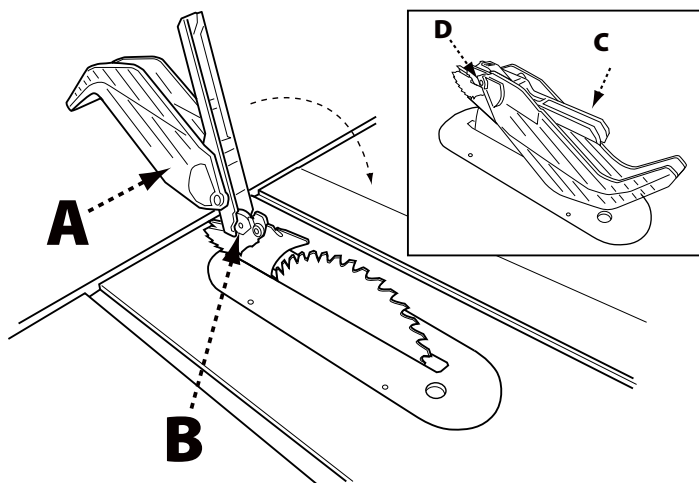

FIGURA 17
1. Al tiempo que sostiene el ensamblado de guarda para hoja (A) en posición vertical, enganche el pasador de posicionamiento (B) situado en la parte posterior del ensamblado de guarda para hoja dentro de la ranura situada en el borde posterior del separador.
2. Gire el ensamblado de guarda para hoja hacia la parte frontal de la sierra hasta que la parte metálica (C) del ensamblado de guarda para hoja esté paralelo con la mesa como se muestra en la Figura 17.
3. Al tiempo que sujeta la parte frontal de la parte metálica de la guarda (C) presione la palanca de bloqueo de la guarda para hoja (D) hacia abajo hasta escuchar un chasquido para trabarla en su lugar. Verifique que la guarda esté enganchada al separador jalando de la misma. Si la guarda no está sujeta, la palanca de bloqueo de la guarda para hoja se levantará a la posición de desbloqueo.